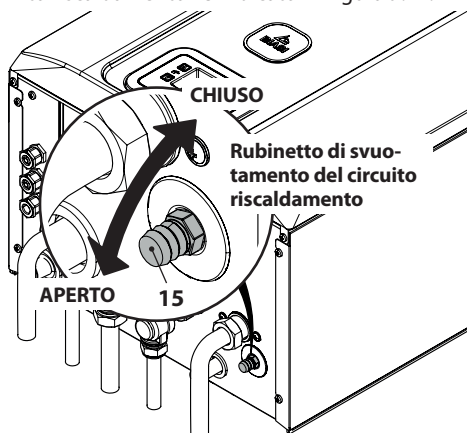

Figura 9.14
- Allentare il rubinetto di svuotamento del circuito riscaldamento 15 indicato in Figura 9.14.